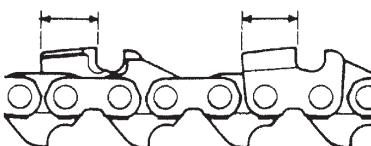

Fig. 46
- 5) Conservez la même longueur à tous les maillons-gouge. (Fig. 46)